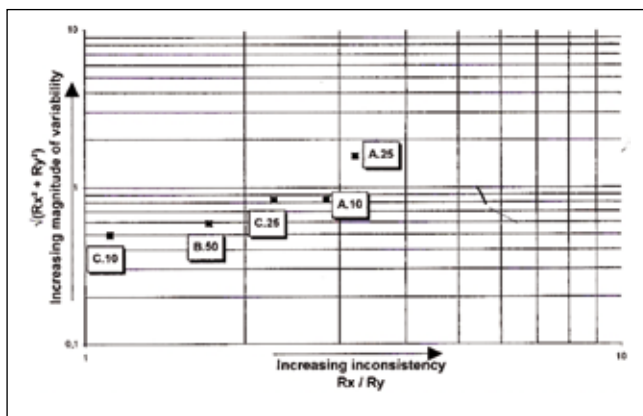

Figura 6 – Classificazione dei fili; molla disegno No. 3
- Molla disegno No. 3 (Figura 6). Aumentando l'indice di elasticità sino a 14.4., è ancora evidente la forte influenza del lubrificante, ma è possibile notare anche la influenza favorevole di una bassa variazione della resistenza alla trazione (*A10 rispetto ad A25, e C10 rispetto a C25*). Il campione C10 è coerente. Le molle con indici di elasticità sino a 17.2 (*molla disegno N. 4*) mostrano il medesimo comportamento.